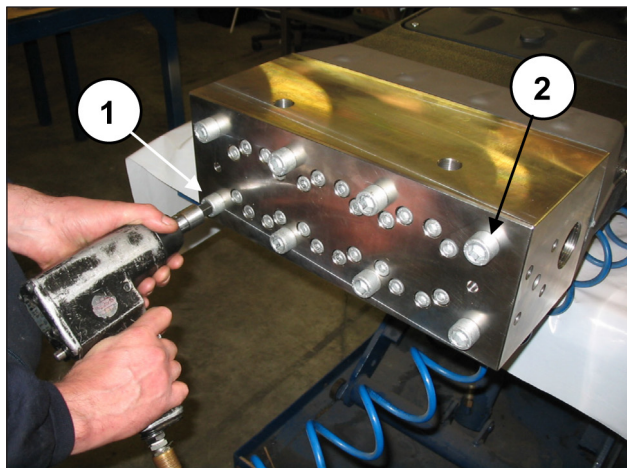
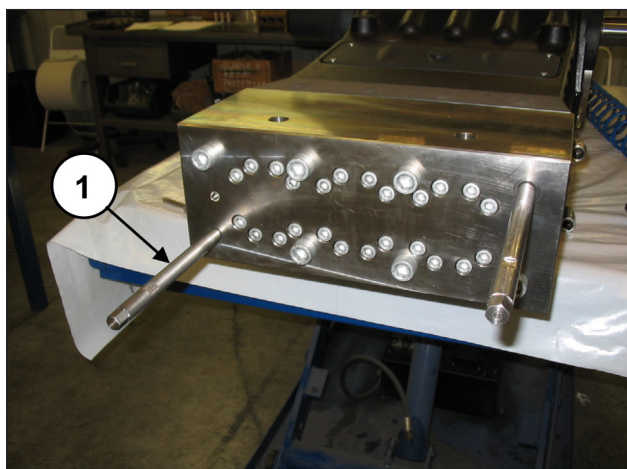

Fig. 107
Fig. 108
Svitare due viti fissaggio testata M16x280 diametralmente opposte (pos. ① e ②, Fig. 107) sostituendole con due viti-spina di servizio (cod. 27540200) (pos. ①, Fig. 108), quindi procedere alla rimozione delle restanti viti.